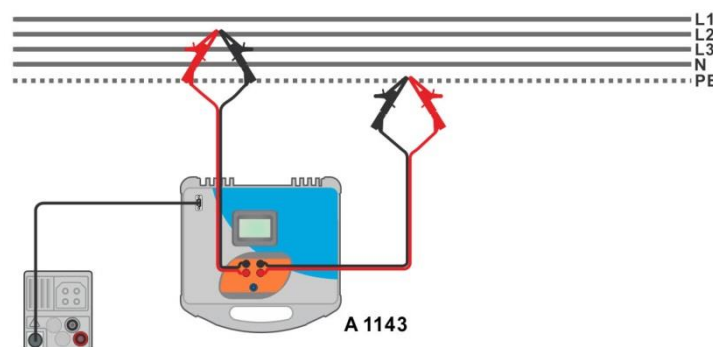
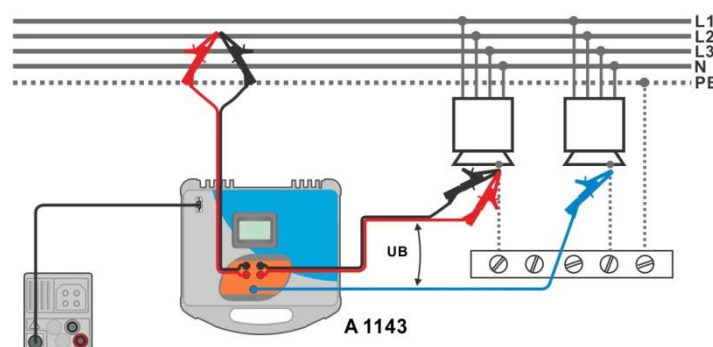

Abbildung 7.35: Hochpräzise Messung der Schleifenimpedanz - Anschluss des A 1143
Abbildung 7.36: Berührungsspannungsmessung - Anschluss des A 1143
- Schließen Sie die Prüfleitungen am Prüfling an, siehe **Abbildung 7.35** und **Abbildung 7.36**.